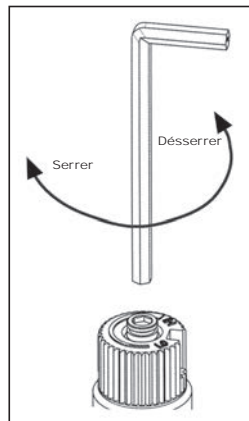

Figure 11: Retrait de la vis de la valve.
- d) Insérez une clé Allen de 5/32" ou 4 mm dans la partie hexagonale de la vis (voir figure 11), tournez-le dans le sens antihoraire jusqu'à ce qu'elle soit libre et l'extraire.
- e) Retournez la vis (référez-vous à la figure 11).